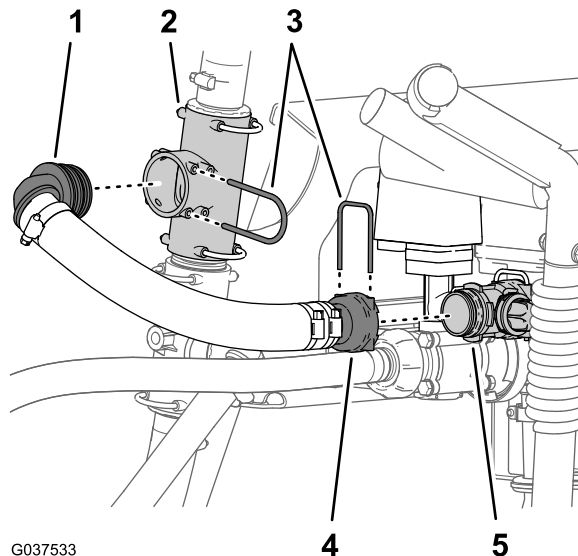

图36
1. 拆下将搅拌旁通软管直通宝塔接头固定至搅拌旁通阀的卡环图36。
2. 拆下将搅拌旁通软管的 90° 宝塔接头固定至上 T 形接头的卡环 图36。
3. 从机器上拆下搅拌阀软管 图36。